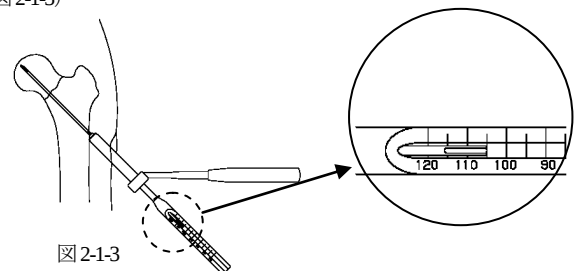

図 2-1-3
- TLS 用シングルドリルスリーブから TLS 用2.4 ガイドピンスリーブを取り外し、2.4 ガイドピンデプスゲージにてガイドピン刺入深さを測定します。デプスゲージ先端が骨面に接触していることを確認して下さい。（図2-1-3）